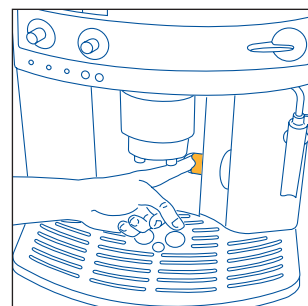
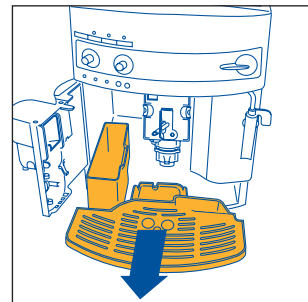

Abb. 15
Abb. 16
HINWEIS 7: Die Kaffeemaschine zählt die Anzahl der ausgegebenen Kaffees. Alle 14 einzeln (oder 7 paarweise) zubereitete Kaffees, leuchtet die Kontrollanzeige  konstant auf (siehe Kap. 12 Punkt 3), um anzuzeigen, dass der Kaffeesatzbehälter voll ist und entleert sowie gereinigt werden muss. Solange der Kaffeesatzbehälter nicht gereinigt wird, bleibt die Kontrollanzeige eingeschaltet, und es kann kein Kaffee zubereitet werden. Zur Reinigung, die Serviceklappe durch Ziehen am entsprechenden Griff auf der Vorderseite öffnen (Abb. 15); daraufhin schaltet sich die blinkende Kontrollanzeige  ein (siehe Abschn. 12 Punkt 9); dann die Abtropfschale entnehmen (Abb. 16), entleeren und reinigen. Entleeren und reinigen Sie sorgfältig den Kaffeesatzbehälter, wobei darauf zu achten ist, dass alle sich auf dem Boden abgelagerten Rückstände beseitigt werden. Trocknen Sie zudem die eventuell in der Maschine unter der Abtropfschale sich angesammelten Kondenswassertropfen ab.
- Die Serviceklappe öffnen (Abb. 15);
- Die Abtropfschale und den Kaffeesatzbehälter entnehmen (Abb. 16) und reinigen;